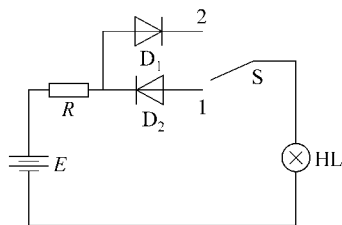

图 1-3 测试二极管单向导电性的实验与实训电路图
测试二极管单向导电性的实验与实训电路如图 1-3 所示。其中, D_1 与 D_2 的不同之处在于二极管的接法相反。
- ① 实物准备。根据如图 1-3 所示的电路图准备
② 按如图 1-3 所示的电路图连接实物,在实验电路板上焊接各个元器件和连接线。
③ 仔细检查各个实物连接无误后,打开电源开关,接通电源。
④ 当开关 S 置于位置 1 时,观察指示灯工作情况,将结果记录于表 1-1 中。
⑤ 拨动开关 S 置于位置 2,观察指示灯工作情况,将结果记录于表 1-1 中。